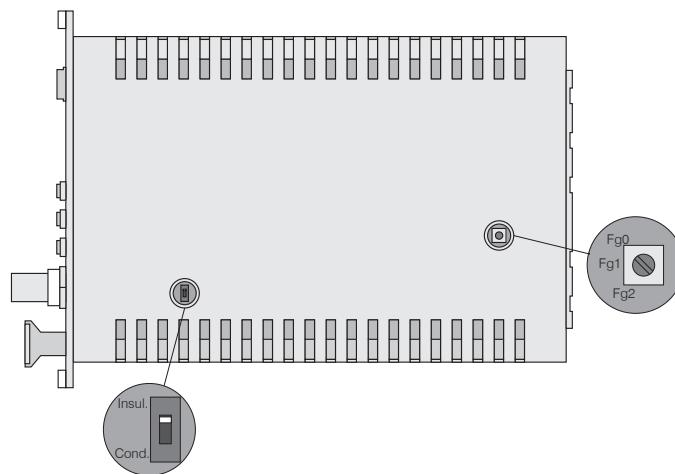

图 27 板载开关, 用于材料选择和限制频率。
使用滑动开关, 参见图 27, 在导电 (Cond.) 和非导电目标 (Insul.) 之间切换。在 Cond. (导电目标) 位置时, 只有零点微调器的零点设置有效。在整个测量范围内, 放大倍数设置为 0 至 10V。
模拟输出信号的极限频率可以通过电路板上的旋转开关进行设置, 参见图 27。
- 将解调器的开关滑动至 `Cond` 位置。 (导体, 参见图 27)
- 为此, 将解调器电路板上的滑动开关移动到 `Insul` (绝缘材料, 参见图 27) 的位置。
- 将解调器上的开关滑动到 Insul 位置。(绝缘体, 参见图 27)